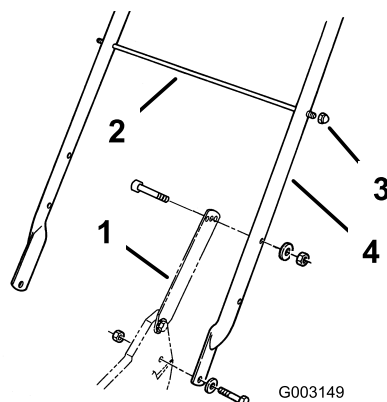

Figura 3
- Fije los cierres del manillar al manillar con dos pernos (5/16 x 1-1/2 pulgadas), arandelas, y contratuercas (5/16 pulgada) (Figura 3).
- Fije el manillar al exterior de la carcasa del cortacésped (usando el taladro inferior) con 2 pernos (5/16 x 1-1/4 pulgadas), arandelas y contratuercas finas (5/16 pulgada) (Figura 3).
3. Deslice la varilla de soporte de la bolsa por el segundo (desde arriba) taladro de montaje de cada lado del manillar y fije cada extremo con una contratuerca de caperuza (Figura 3).